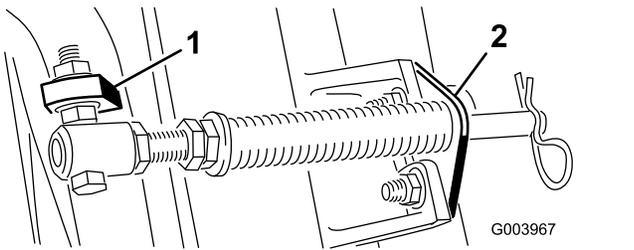

Рисунок 6
Примечание: Головку болта следует расположить в направлении наружной стороны выступа, как показано на **Рисунок 6**.
- D. Присоедините кронштейн штока к выступам режущих блоков с помощью каретных болтов и гаек (**Рисунок 6**).